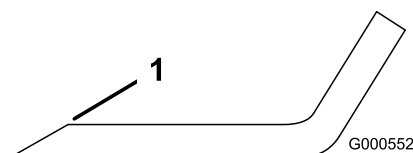
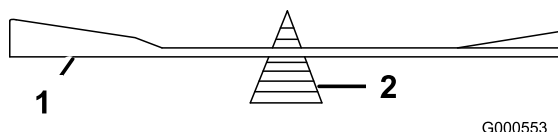

Figura 51
Figura 52
1. Utilice una lima para afilar el filo de corte en ambos extremos de la cuchilla (Figura 51). Mantenga el ángulo original. La cuchilla permanece equilibrada si se retira la misma cantidad de material de ambos bordes de corte.
2. Verifique el equilibrio de la cuchilla colocándola sobre un equilibrador de cuchillas (Figura 52). Si la cuchilla se mantiene horizontal, está equilibrada y puede utilizarse. Si la cuchilla no está equilibrada, rebaje algo el metal en la parte de la vela solamente con una lima (Figura 51). Repita este procedimiento hasta que la cuchilla esté equilibrada.